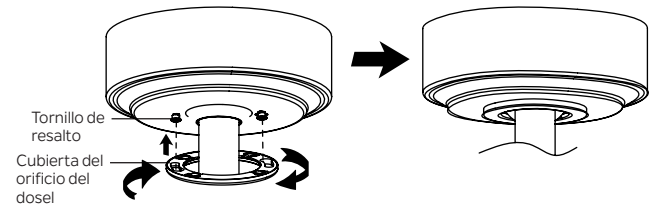

Figura 17
Paso 3. Fije y apriete firmemente la cubierta del orificio del dosel sobre los tornillos de resalto en el soporte de montaje utilizando la función de bloqueo por giro de la ranura de llave. (Figura 17)